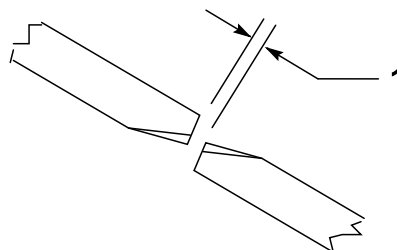

Figura 31
Per garantire il funzionamento ottimale dell'apparato di taglio occorre una luce di 10–16 mm tra la punta delle lame dei piatti di taglio laterali e quelle del piatto di taglio centrale (Figura 31).
2. Ruotate una lama centrale ed una laterale adiacente in modo che le punte delle loro lame siano allineate. Misurate la distanza tra le punte delle lame (Figura 31).